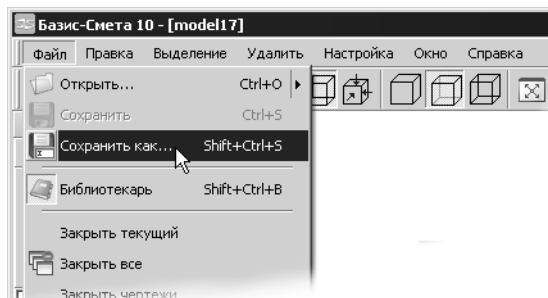

Рис. 2.
- ▼ Вызвать команду **Сохранить как...** (рис. 2).